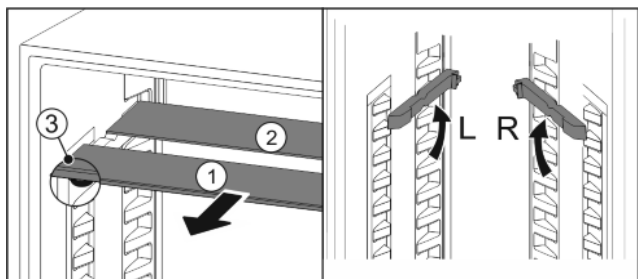

Fig. 17
- ▶ estrarre i ripiani di vetro singolarmente tirando in avanti Fig. 17 (1).
- ▷ Il ripiano di vetro Fig. 17 (1) con i fermi appoggia anteriormente.
- ▷ I fermi sono rivolti verso il basso Fig. 17 (3).